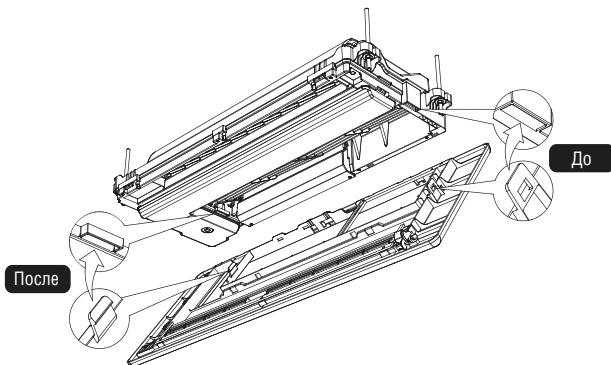

Рис. 5-10
- Для облегчения процесса установки на панели имеются два фиксатора, способ установки фиксатора показан на рис. 5.10.